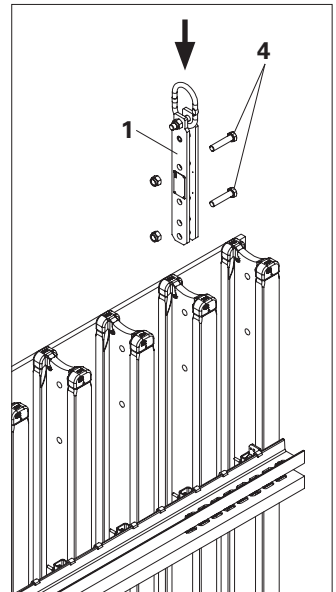

Fig. 05
1. Spingere la staffa sollevamento (1) dall'alto sopra l'anima della trave di cassaforma VT 20 Alpha 3S. (Fig. 05)